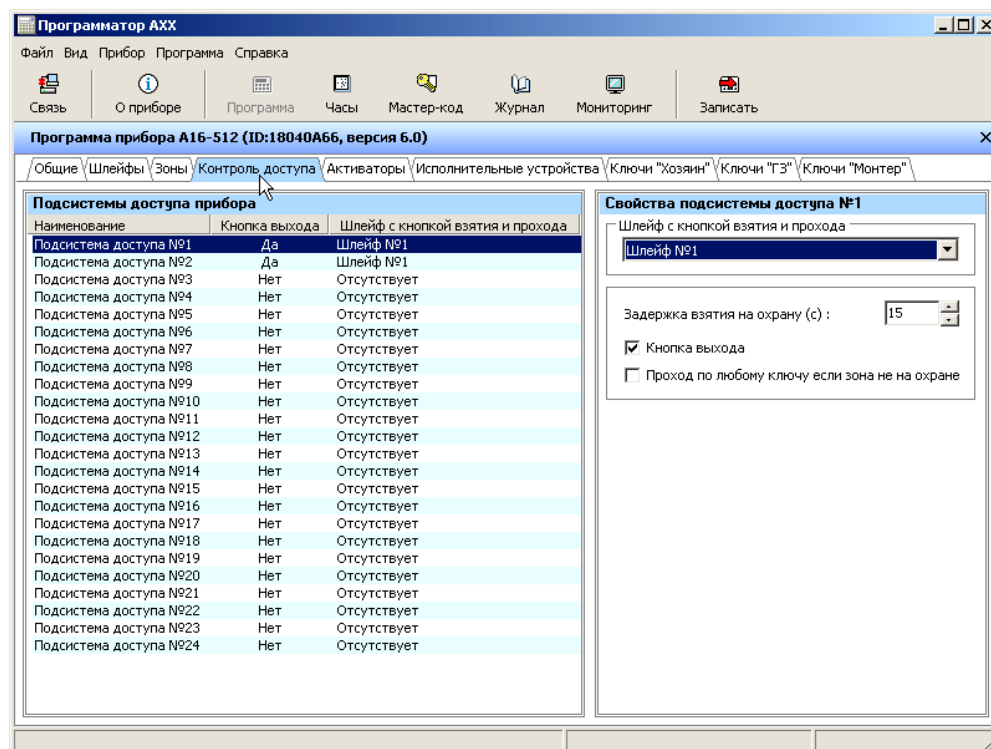

Рисунок 11 – Конфигурирование прибора «А16-512», вкладка «Контроль доступа»
- «Контроль доступа»: определяются свойства подсистем доступа, рисунок 11;